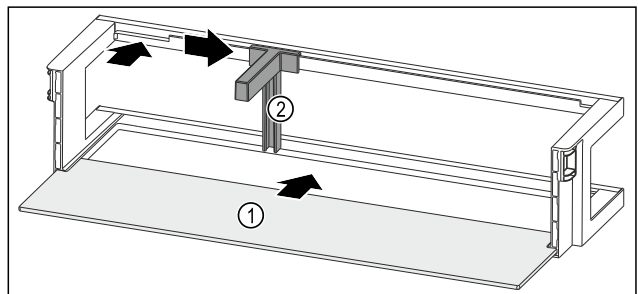

Fig. 99 Türabsteller mit Abstellfläche
- Abstellfläche Fig. 99 (1) in die seitlichen Aussparungen einstecken.
- Flaschenhalter Fig. 99 (2) in die Aussparung einsetzen.
- Flaschenhalter Fig. 99 (2) in gewünschte Position zur Seite schieben.